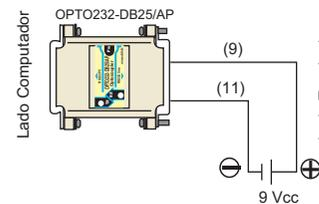

Figura 3. Alimentación externa.
- Alimentación externa según figura 3